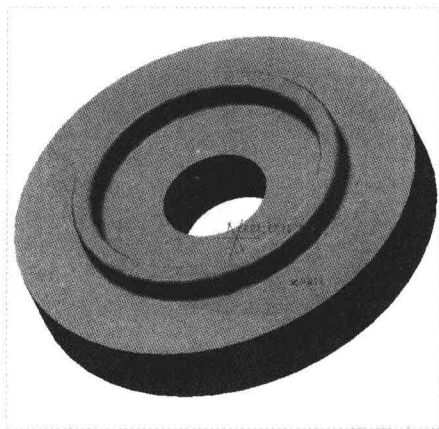

图 4-16 创建偏移坐标系参考点
Step 04 单击“确定”按钮，此时系统自动对两个偏移点命名为 PNT0、PNT1，在绘图区的空白位置单击鼠标左键，即可创建两个偏移坐标系基准点，如图 4-16 所示。